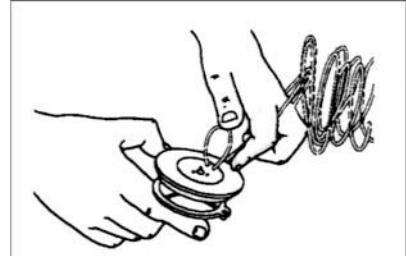

Рис. 14.
1. Возьмите примерно 7,5 м. новой лески. Сложите ее пополам и пропустите оба конца в отверстия шпульки (**см. рис. 14**).